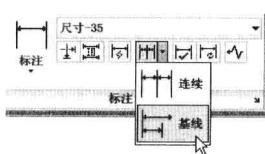
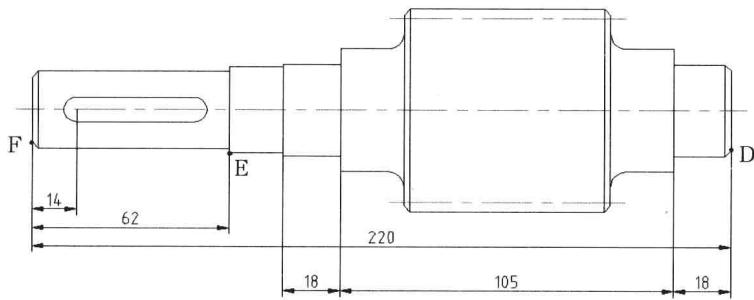

图 7-3-3
图 7-3-4
(9) 单击“线性”按钮 -- ，捕捉并单击轴左侧端点F和键槽左侧的圆心，标注两点距离。
(10) 单击“注释”选项卡，在“标注”面板中单击“基线”按钮 -- ，如图7-3-3所示，或者选择菜单命令“标注/基线”。
(11) 命令行提示“指定第二条延伸线原点或 [放弃(U)/选择(S)] <选择>”，单击视图中的E点，即可创建F点至E点的尺寸标注。
(12) 命令行再次提示“指定第二条延伸线原点或 [放弃(U)/选择(S)] <选择>”，单击视图中的D点，创建了F点至D点的尺寸标注。
(13) 按两次Enter键，结束基线标注操作，如图7-3-4所示。